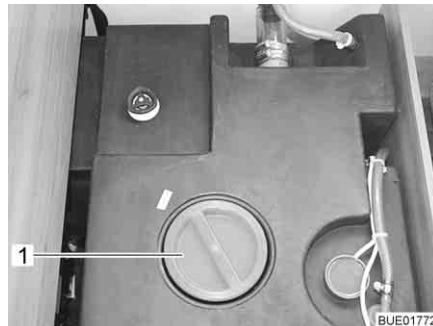

Fig. 266 Depósito de agua con tirador giratorio
- Retirar la tapa de cierre (Fig. 266,1) del depósito de agua.